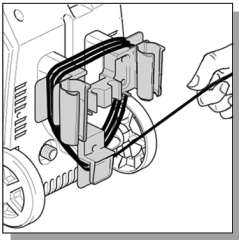

Fig. 25
- Envuelva el cable de alimentación alrededor del soporte para accesorios mediante la extensión de pestañas en el &Amp de 3:00; 9:00 y el cable de alimentación en forma de L titular/pestaña situada a la 6:00 de la posición (Fig. 25).